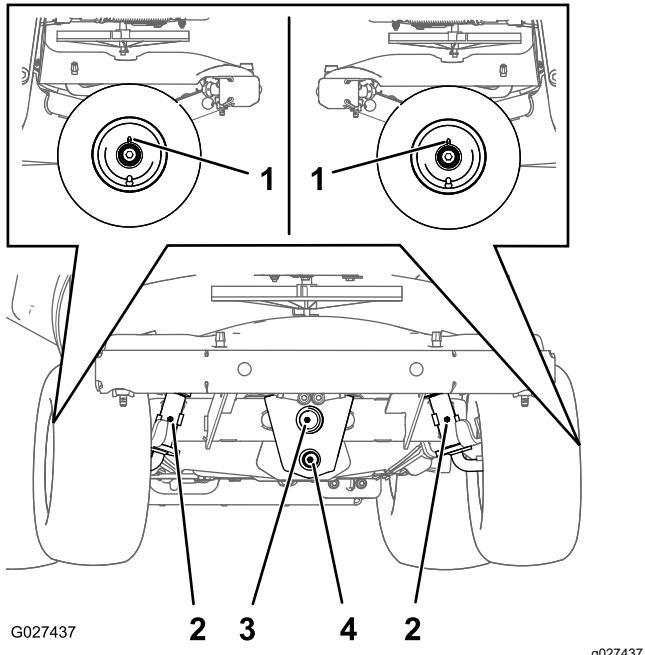

Figura 59
2. Limpie con un trapo los engrasadores (Figura 59).
3. Conecte una pistola de engrasar a los engrasadores (Figura 59).